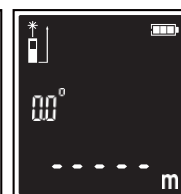

Fig. 5
- Apăsați butonul . Indicația laserului, precum și indicarea capacității bateriei va fi afișat. (Fig. 5)